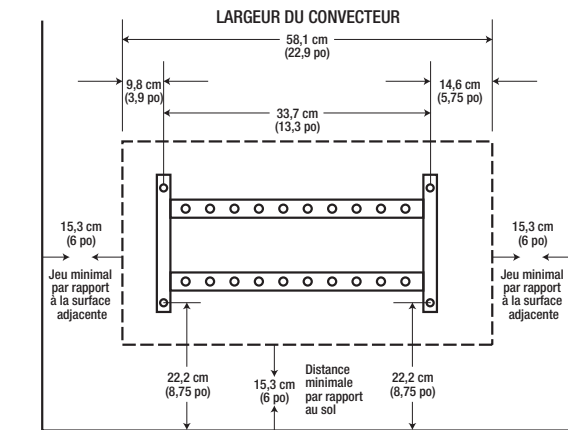

Fig. 1
- A. L'emplacement déterminé devra fournir assez d'espace et de dégagement tel qu'illustré à la Fig. 1.
2. Utilisez le support de montage comme guide en le maintenant contre le mur tel qu'illustré sur la Fig. 1.
3. Suivre les dimensions spécifiées dans la Fig. 1 et placer le support de montage à l'emplacement souhaité.